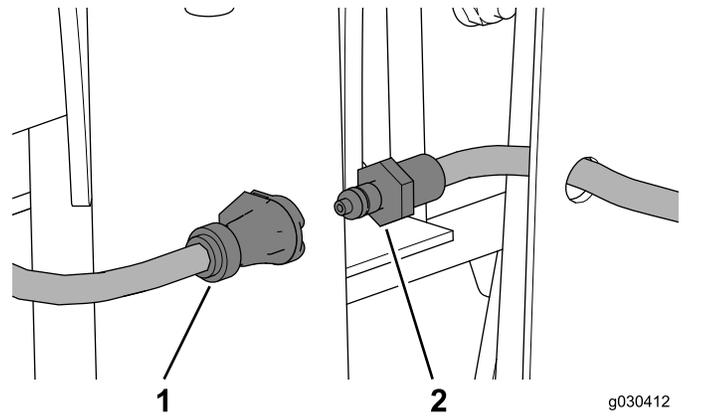

Figura 62
1. Desconecte la manguera del lavaparabrisas (Figura 62).